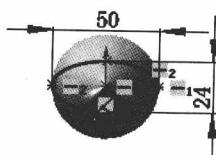

图 2.6 草图 2
Step5. 选取上视基准面为草图基准面，绘制图 2.6 所示的草图 2。